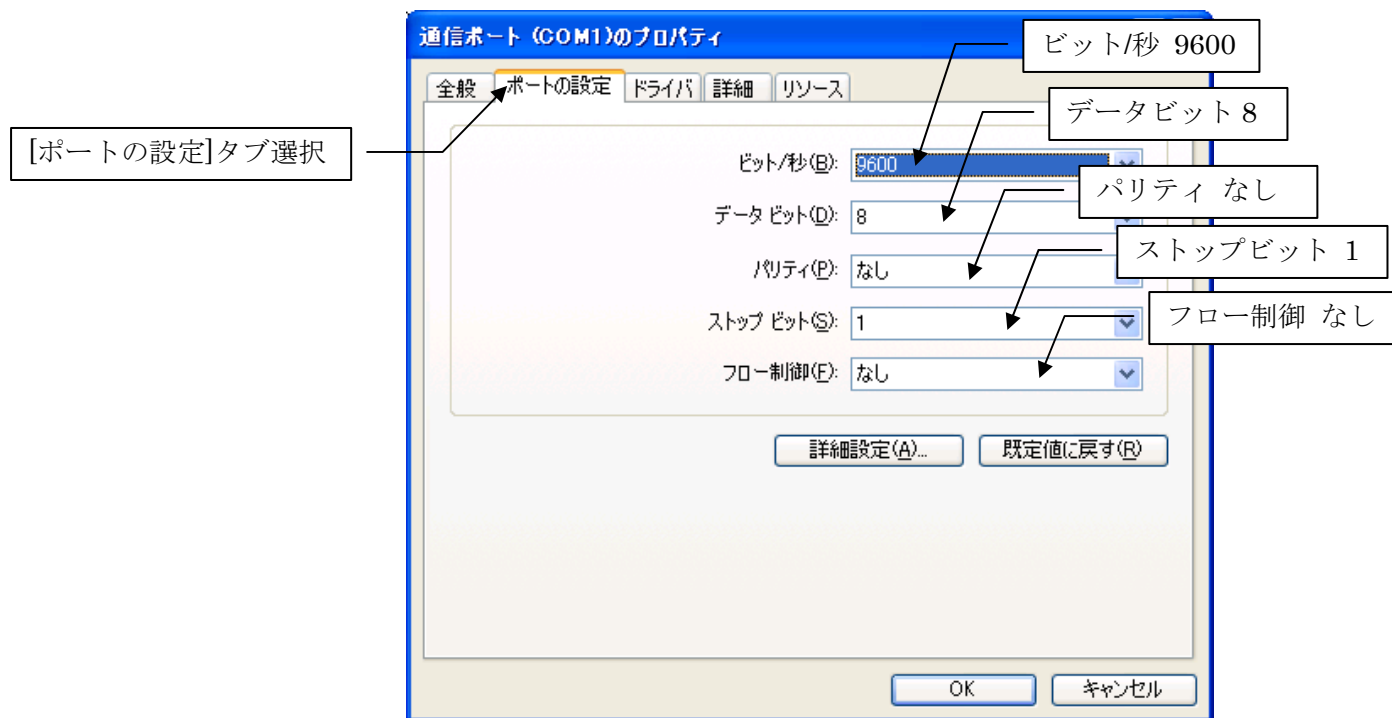
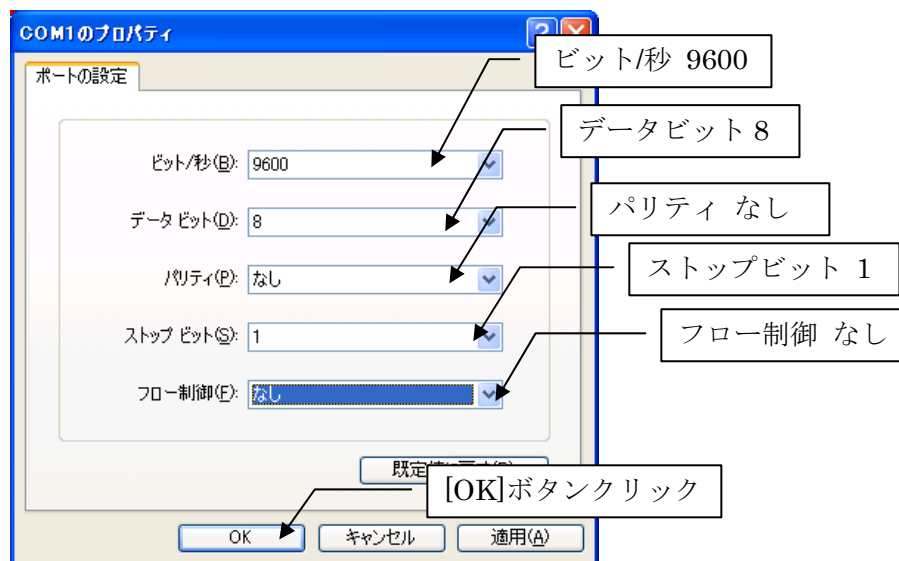

図 3 通信ポートのプロパティ設定
図 7 COM1 の通信プロパティ設定
- (3) 表示された「通信ポート(COM1)のプロパティ」ダイアログで、[ポートの設定]タブを選択します。ここでは設定値として、ビット/秒 9600、データビット 8、パリティなし、ストップビット 1、フロー制御なし、を選択することになります（図 3）。
(3) COM1 の通信プロパティ設定ダイアログが表示されます。図 3 と同じ内容を選択し、[OK]ボタンをクリックします (図 7)。